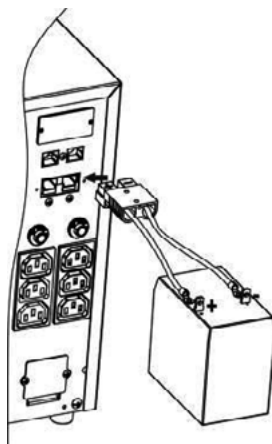

Рисунок 2. Подключение внешнего АКБ к ИБП
- Вставьте разъем в ИБП, соблюдая полярность (см. рисунок 2)